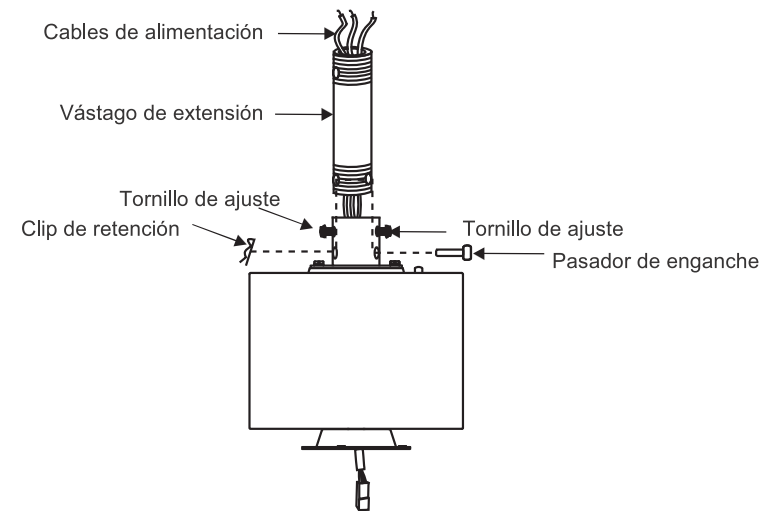

Fig. 8
Paso 6. Afloje los dos tornillos y retire el pasador de enganche y el clip de sujeción del acoplamiento en la parte superior del ensamblaje del motor. (**Fig. 8**)
Luego vuelva a colocar el pasador de enganche y el clip de retención. Apriete ambos tornillos de fijación. (**Fig. 8**)